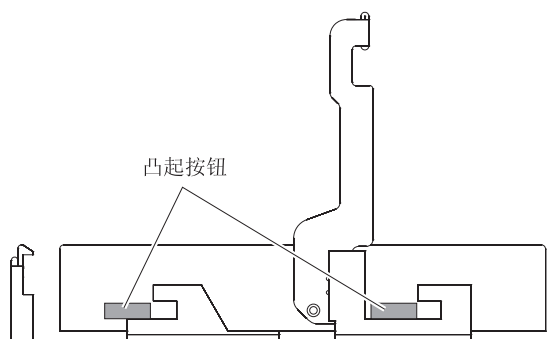

图 72. 对齐驱动器
- b. 将两侧的两个凸起按钮与抽屉上驱动器通道中的对应缝隙对齐，如图 72 中所示。